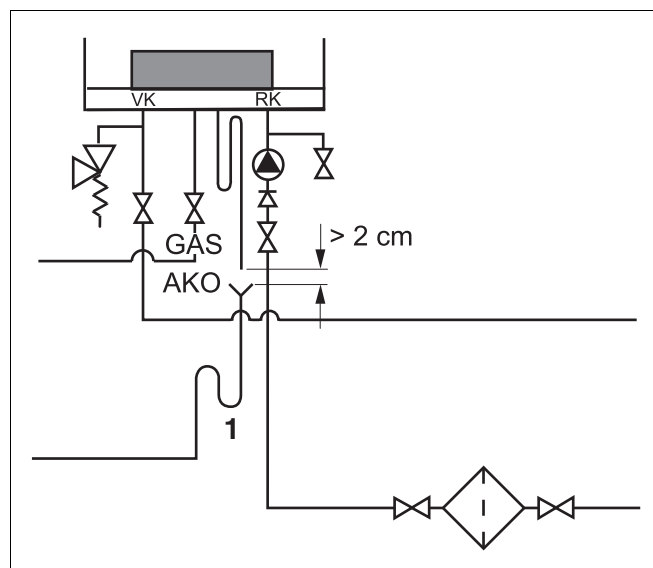
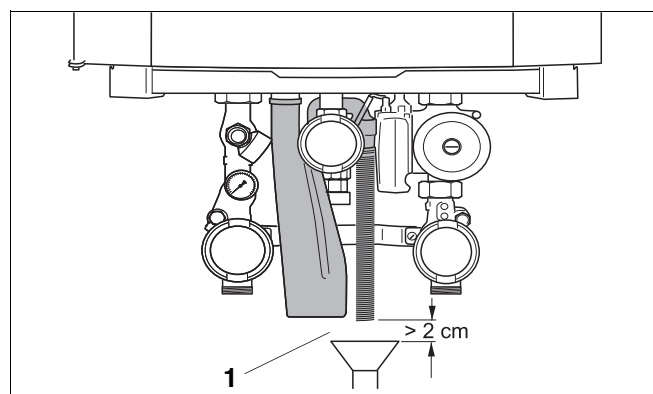

Рис. 19 Подключение сифона
Рис. 20 Линия отвода конденсата
- Провести линию отвода конденсата к сливной воронке (рис. 19, поз. 1 и рис. 20, поз. 1).